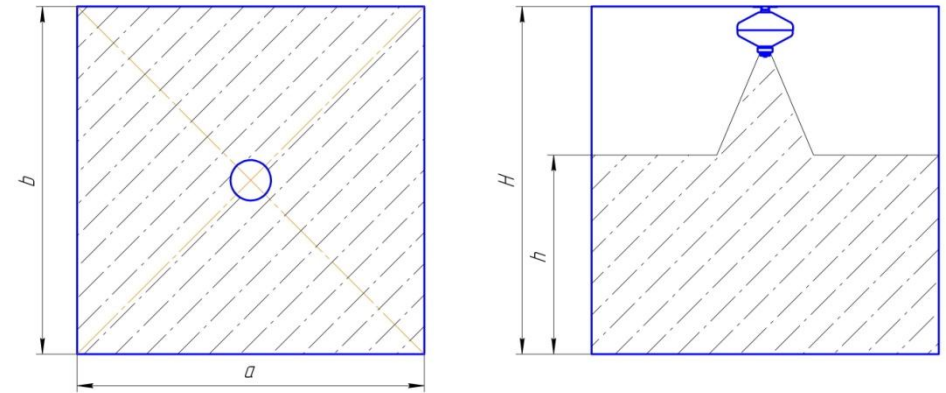

Рис. 1
2.2 Огнетушачная способность и конфигурации распыла порошка МПП «Ураган-1М» в защищаемой зоне при тушении очагов пожара классов «А» и «В» на закрытой площадке приведена на рис. 1 и таблице 2.